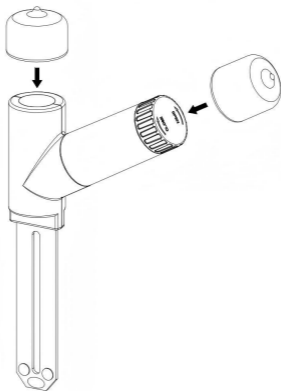

Abb. 5
2. Setzen Sie die lange Silikonkappe über das Batteriefach und die kurze Silikonkappe über die LED-Anzeige, wie in Abbildung 5 dargestellt.